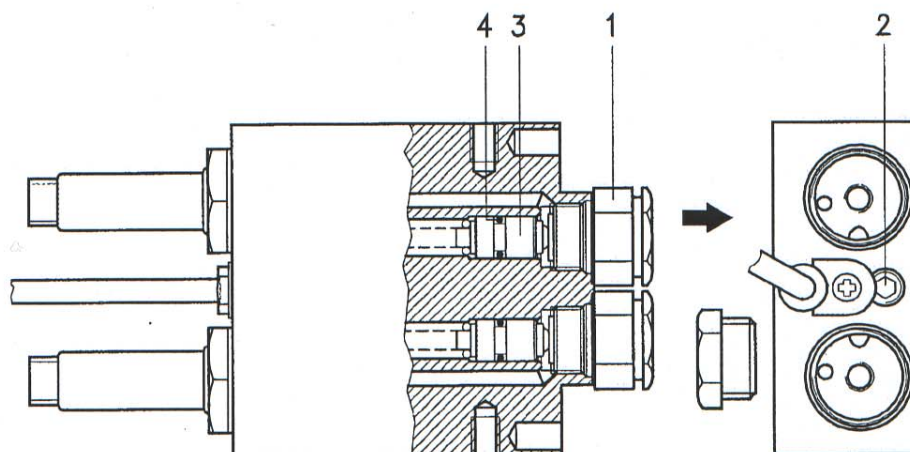

Рис. 29
ТЕХНИЧЕСКОЕ ОБСЛУЖИВАНИЕ БЛОКА КЛАПАНОВ (Рис. 29)
Блокировка при розжиге	<ul style="list-style-type: none"> • форсунка загрязнена или деформирована • плохо отрегулированы электроды • дефект высоковольтных проводов • неисправен трансформатор розжига • сработало реле тепловой защиты двигателя вентилятора • не открывается соленоидный клапан 1-й ступени на суппорте форсунок • из под поршней (3) (рисунок 29) просачивается топливо, которое не дает им открываться • неисправно фотосопротивление или блок управления • слишком низкое давление или температура • отрыв пламени из-за избытка воздуха
Горелка не переходит на 2-ю ступень	<ul style="list-style-type: none"> • Разомкнут термостат 2-й ступени • неисправен или плохо отрегулирован серводвигатель • черная рукоятка серводвигателя установлена в неправильном положении • не открывается соленоидный клапан 2-й ступени на суппорте форсунок • из под поршней (3) (рисунок 29) просачивается топливо, которое не дает им открываться